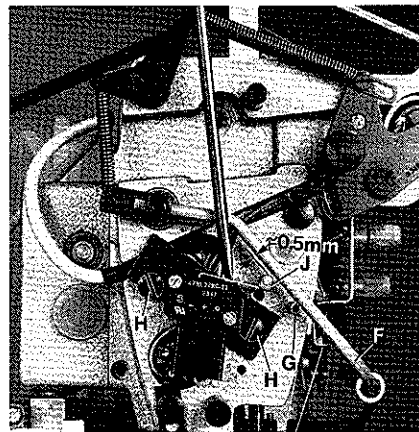
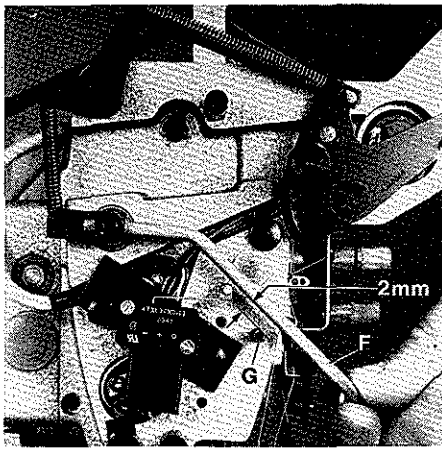

Fig.57
Fig.58
Loosen the two screws (H, Fig.57) and position the micro switch so the roller lever (J) of switch has still an end play of approx. 0,5 mm (.020 in.) (see Fig.57) below actuating lever (F) resting on roll pin (G), in order not to damage the switch. Retighten screws (H). The micro switch is set correctly when the motor of the metering device switches off at the time the actuating lever (F, Fig.58) has raised by 2 mm (5/64 in.) (see Fig.58) from roll pin (G).
Lösen Sie die beiden Schrauben (H, Fig.57) und positionieren Sie den Mikroschalter so, daß der Rollenhebel (J) des Schalters noch etwa 0,5 mm (siehe Fig.57) Spiel nach unten hat, wenn der Schaltbügel (F) an der Spannhülse (G) anliegt, damit der Schalter nicht beschädigt wird. Ziehen Sie die Schrauben (H) wieder an.
Der Mikroschalter ist richtig eingestellt, wenn beim Abheben des Schaltbügels (F, Fig.58) von der Spannhülse (G) um 2 mm (siehe Fig.58), der Motor des Zumeßgeräts ausschaltet. Montieren Sie den Kopfdeckel, den Führungsbügel und die Rändelschraube mit Stelling wieder.